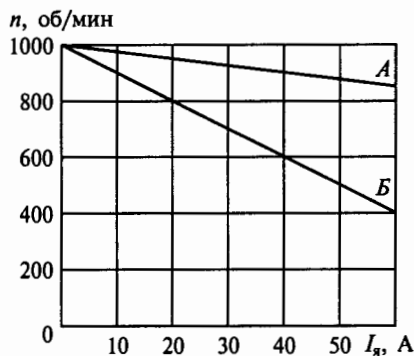

Рис. 250
**10.55.Р.** При каком добавочном сопротивлении  $R_d$ , включенном в цепь якоря, двигатель постоянного тока с параллельным возбуждением будет иметь реостатную характеристику вида  $B$ , показанную на рис. 250, если сопротивление обмотки якоря  $R_a = 0,2$  Ом, а естественная характеристика имеет вид прямой  $A$ ?